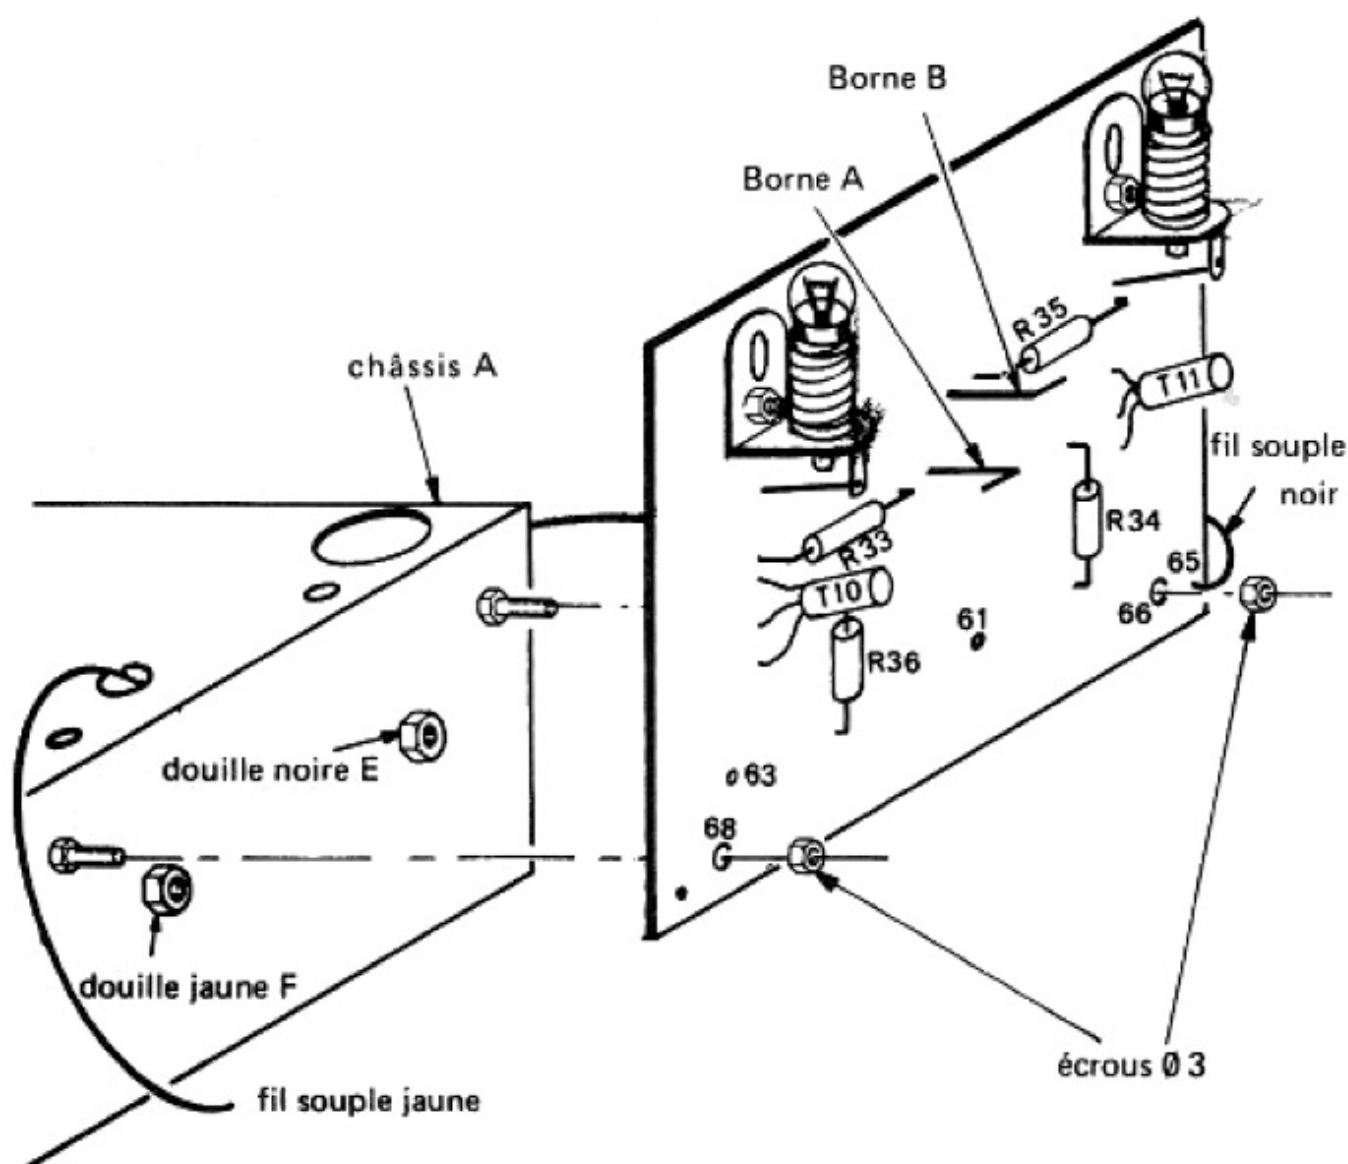

Figure 19
**FIXEZ** le circuit imprimé du multivibrateur bistable sur le châssis A, à l'aide de deux écrous de 3 mm, après l'avoir orienté comme le montre la figure 19 et placé ses trous de fixation (trous 66 et 68) sur les deux vis montées au cours de la leçon précédente.